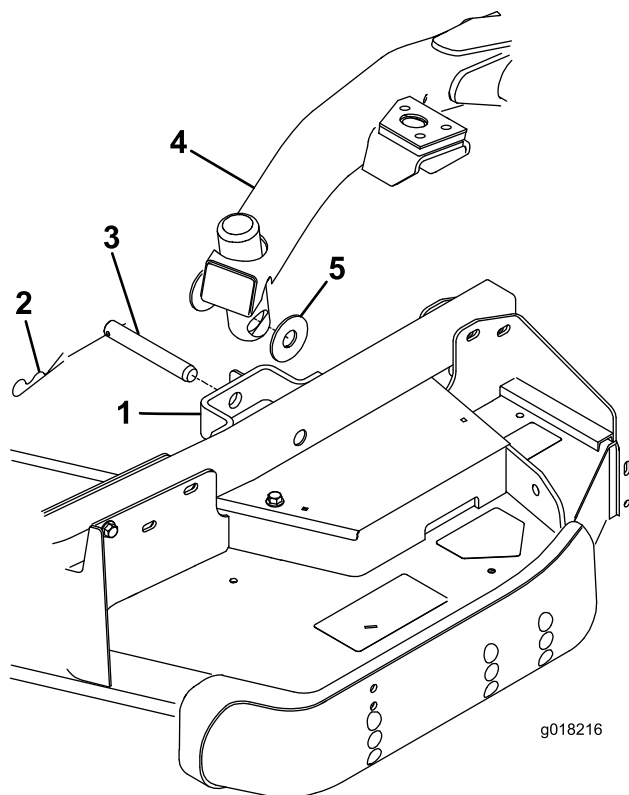

図 26
4. 昇降スイッチを前位置フロート位置にセットする。昇降アームを押し下げて、昇降アームについている穴とキャスタアームのブラケットについている穴を整列させ、昇降アームのパッドに刈高ロッドを挿入できるようにする 図 26。
5. 昇降アームをキャスタアームに固定するスラストワッシャ2枚、クレビスピン、ヘアピンコッターを使用する。昇降アームとキャスタアームブラケットの間にスラストワッシャを入れ 図 26、コッターピンを、キャスタアームタブのスロットに差し込んで固定する。